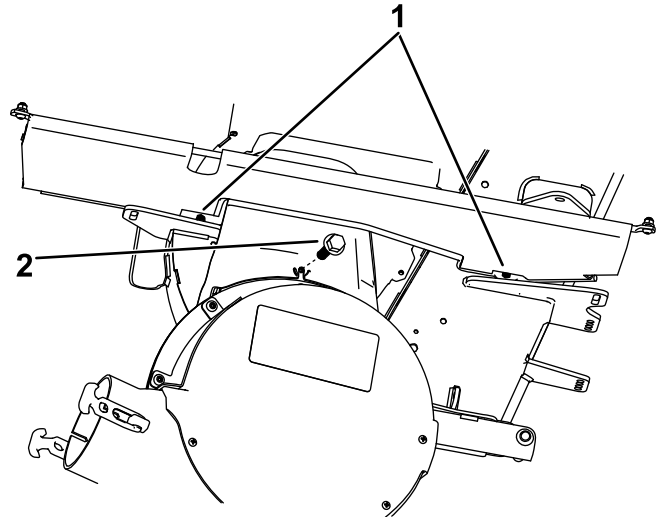

Bild 3
1. Bringen Sie die neue Schürzenstange hinter der Schürze an und befestigen Sie sie mit den beiden neuen Sechskantschrauben mit Flansch ($\frac{1}{4}'' \times \frac{5}{8}''$) (Bild 3).